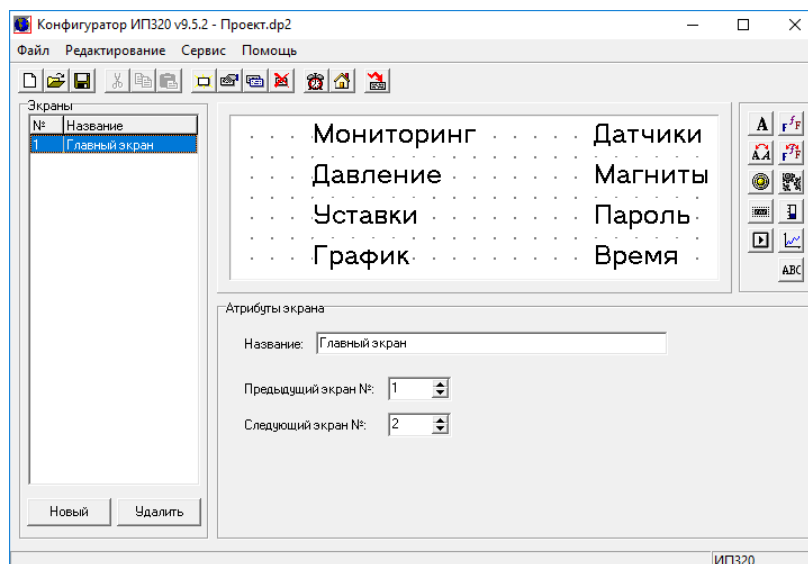

Рисунок 7.3 – Текстовые элементы экрана №1
- Снизу от рабочей области отобразится область «Атрибуты экрана» (см. рисунок 7.3). В поле «Название» – задать: «Главный».
9. Создать текстовые элементы экрана. Приемы ввода текста описаны в п. 4.2. Результат (см. рисунок 7.3).